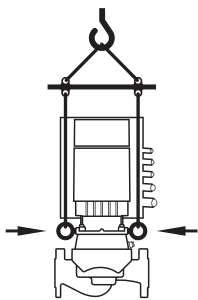

Fig. 8: Transportul pompei
- Transportul pompei trebuie efectuat cu ajutorul accesoriilor de ridicare admise (de ex. palan, macara etc.). Acestea se vor fixa pe ochetii de transport existenți pe flanșa motorului (Fig. 8, aici: Direcție de ridicare cu ax vertical al motorului).